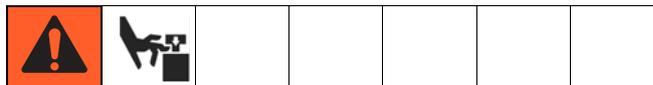

Рис. 4. Проверка соотношения смешивания
4. Поместите концы шлангов в контейнер для отходов. Расположите два мерных цилиндра одинакового размера рядом с контейнером для отходов. См. Рис. 4..
Убедитесь в том, что шланги подсоединены к тем же клапанам, к которым они были подсоединены прежде. Их подмена может привести к повреждению смесительного коллектора. См. Рис. 4..